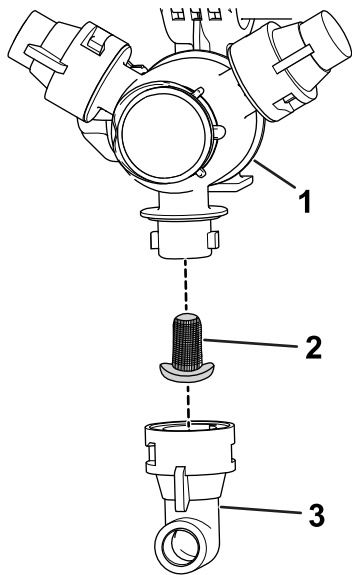

Figure 98
2. Déposez la buse de la tourelle de pulvérisation (Figure 98).
3. Retirez le filtre de buse usagé (Figure 98).
4. Montez le filtre de buse neuf (Figure 98).
5. Montez la buse sur la tourelle de pulvérisation (Figure 98).